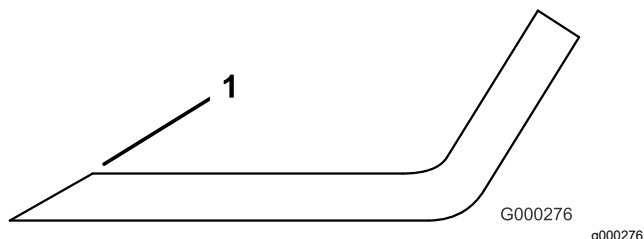

Figura 27
4. Inspeccione los fillos de corte de todas las cuchillas, y afílelos si están romos o tienen mellas (Figura 27).
Nota: Afíle únicamente la parte superior del filo y mantenga el ángulo de corte original para asegurar un filo correcto (Figura 27). La cuchilla permanece equilibrada si se retira la misma cantidad de material de ambos fillos de corte.